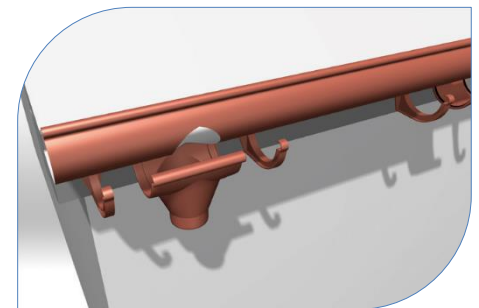

Рис. 15
3.7 Змонтуйте ринви, вкладаючи їх спочатку в задній, а потім в передній загин кронштейнів (рис. 15, 16)